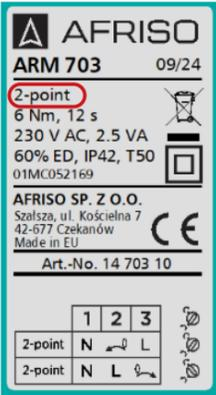
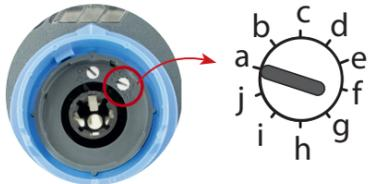

Abb. 9. Drehrichtungsschalter des Stellantriebs
Abb. 11. Funktionsschalter des Stellantriebs je nach Steuersignal
Verbinden Sie den Nullleiter des Stellantriebs mit dem Nullleiter des Stromnetzes. Entfernen Sie den Drehknopf und stellen Sie den Schalter gemäß dem Schema (Abb. 9) ein (Abb. 9) und schließen Sie die Kabel entsprechend der Drehrichtung des Stellantriebs an.
Wenn der Schalter (Abb. 9) in Stellung gebracht ist und nur am schwarzen Kabel (2) Spannung anliegt, dreht der Stellantrieb das Ventil gegen den Uhrzeigersinn in die Endstellung. Wenn sowohl am schwarzen (2) als auch am braunen (3) Kabel Spannung anliegt, dreht der Stellantrieb das Ventil im Uhrzeigersinn in die Endstellung.
Wenn der Schalter (Abb. 9) in Stellung gebracht ist und nur am braunen Kabel (3) Spannung anliegt, dreht der Stellantrieb das Ventil im Uhrzeigersinn in die Endstellung. Wenn sowohl am braunen (3) als auch am schwarzen (2) Kabel Spannung anliegt, dreht der Stellantrieb das Ventil gegen den Uhrzeigersinn in die Endstellung.
Verbinden Sie den Nullleiter des Stellantriebs mit dem Nullleiter des Stromnetzes. Entfernen Sie den Drehknopf, stellen Sie den Schalter gemäß dem Schema (Abb. 10) ein und schließen Sie die Kabel je nach Drehrichtung des Stellantriebs an (Abb. 9 und Beispiel Seite 6).
Ziehen Sie den Drehknopf ab und wählen Sie mit einem Schlitzschraubendreher den entsprechenden Buchstaben auf dem Schalter (Abb. 11) je nach Steuersignal und der Ventilöffnungszeit gemäß der Tabelle (Abb. 12). Stellen Sie dann die elektrischen Anschlüsse gemäß dem Schema hier (Abb. 13). Die Drehrichtung des Stellantriebs kann mit dem Schalter (Abb. 9) unterhalb des Drehknopfs geändert werden.